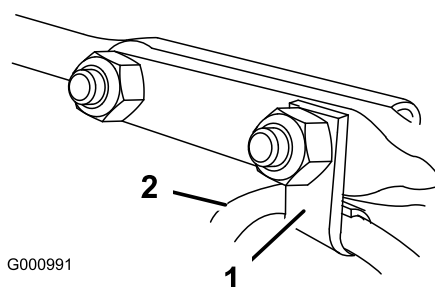

Figure 12
6. Insérez le serre-câble qui supporte le câble du déflecteur sur le boulon de carrosserie avant et fixez les boulons avec les contre-écrous fournis dans le sachet de pièces détachées (Figure 12).